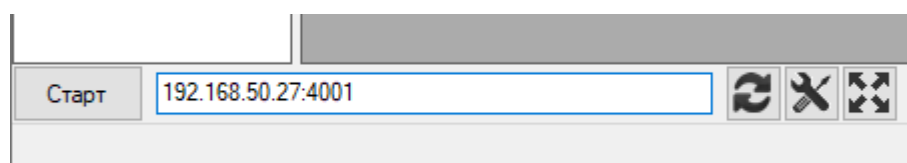

Рисунок 3.8. Указание IP-адреса и TCP-порта.
- Client socket – подключение на один из клиентских сокетов ESM; в конфигурации ESM должен быть настроен TCP-клиент с протоколом Modbus RTU, настройка ESM производится в ПО «ES Конфигуратор», подробнее в ЭНИП.411187.002 ПО; для подключения необходимо вручную ввести IP-адрес и TCP-порт (рис. 3.8);
- RS-485 (GPRS / 3G / LAN) – подключение через роутер, к которому ESM подключен по RS-485; необходимо указать в настройках адрес ESM на последовательном порту и задать дополнительный таймаут в несколько секунд; для подключения необходимо вручную ввести IP-адрес и TCP порт (рис. 3.8).